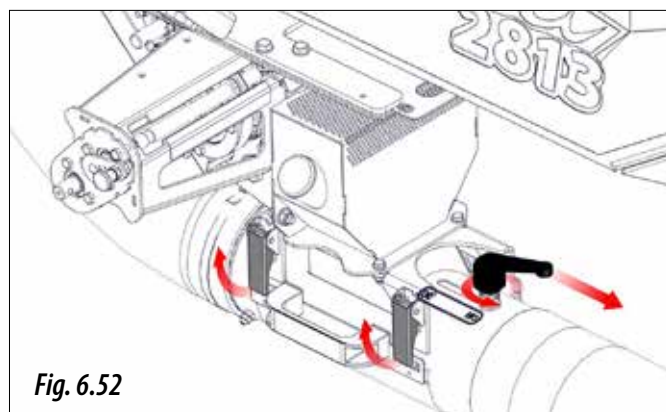

Fig. 6.52
- 3- Ouvrir le couvercle de l'injecteur venturi en actionnant les deux fermetures rapides et en déplaçant la manette d'étalement en position « **NO** » (figure 6.52).